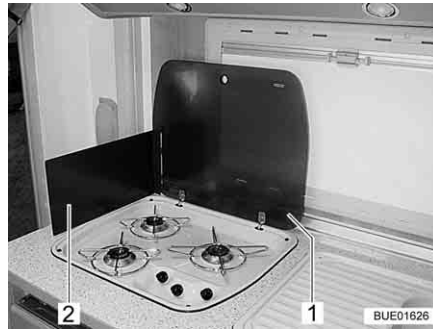

Bild 215 Gasspis
- Öppna gasspisens lock (Bild 215,1).
- Fäll upp eller ställ upp flamskyddet (Bild 215,2), beroende på modell.